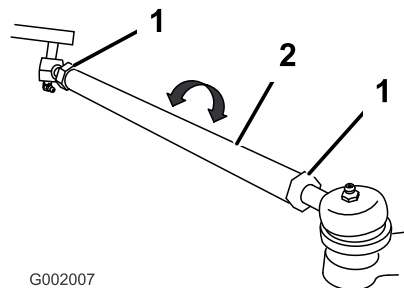

Figura 57
5. Si la distancia no está en el intervalo especificado, afloje las contratuercas en ambos extremos de las bielas (Figura 57).